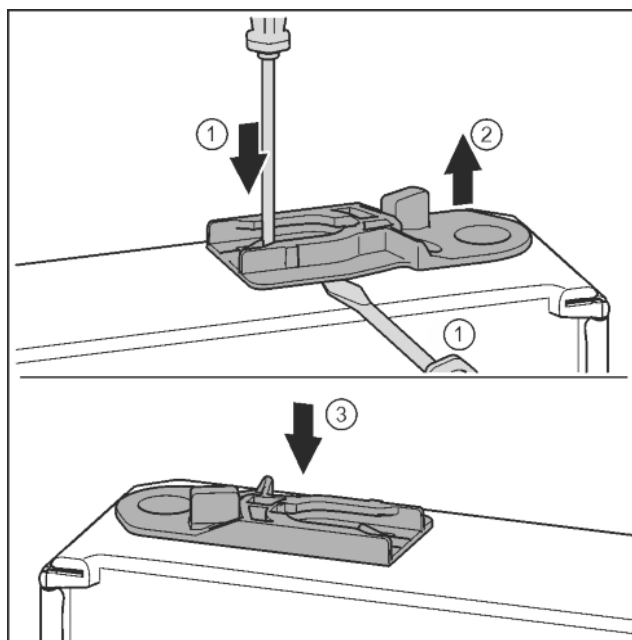

Fig. 37
- Vytáhněte vodící pouzdro: Stiskněte jazyček šroubovákem a současně plochým šroubovákem zajed'te pod vodící pouzdro. *Fig. 37 (1, 2)*
- Vodící pouzdro přiložené v příslušenství zasuňte na druhé straně pláště. *Fig. 37 (3)*